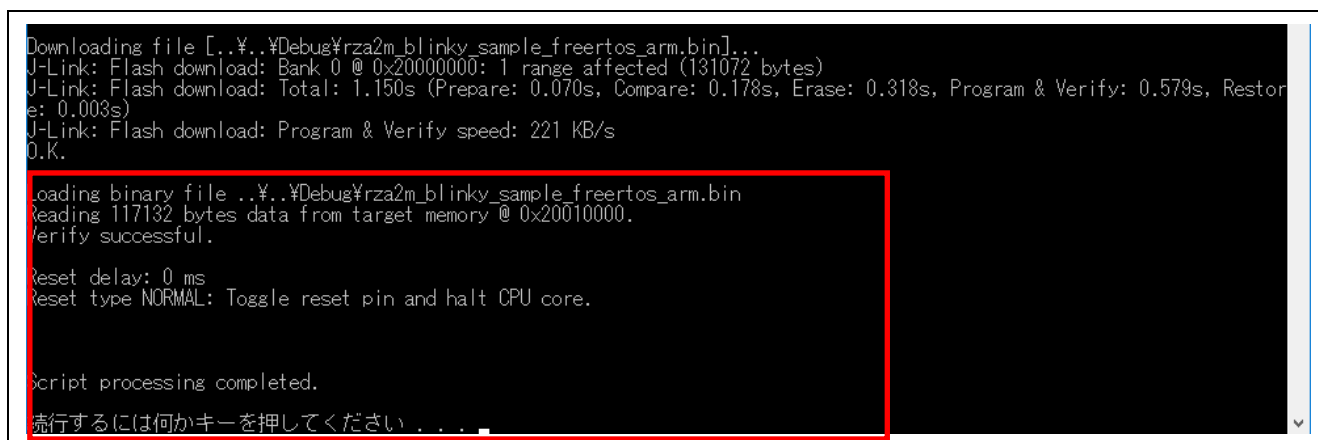

図 3-13 ターゲットプログラムのダウンロード(2/2)
- ダウンロードが正常に完了するとコマンドプロンプトに以下が表示されます。(図 3-13)。